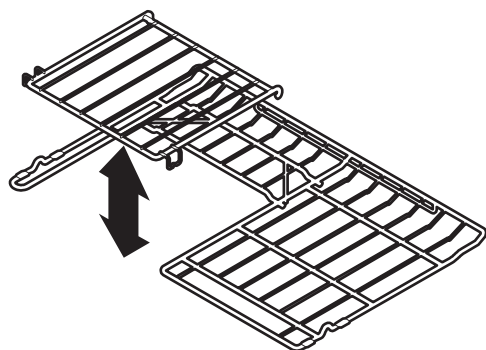

Figure 3
- La demi-grille plate (Figures 3 & 4).